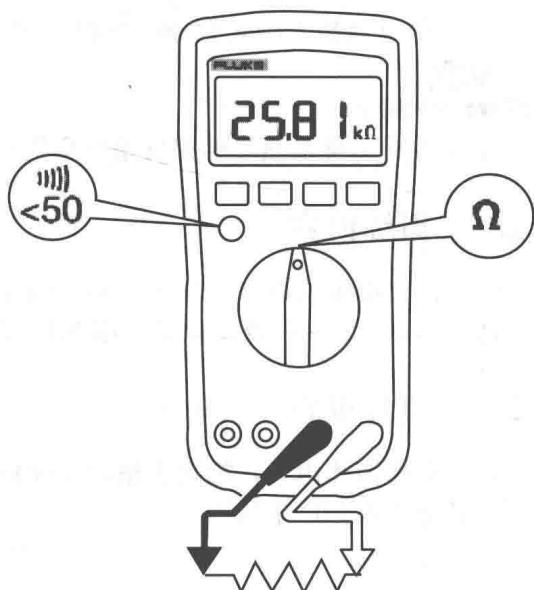

图 1.2.8 测量电阻及通断性
⑥ 测量电阻和通断性测试。Fluke 17B 型万用表测量电阻及通断性的方法如图 1.2.8 所示。
⑦ 测试二极管。